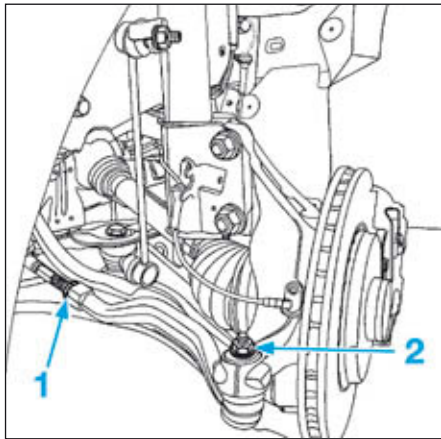

FIG.13
• Desserrer le contre-écrou (1) de réglage du parallélisme (Fig.13).
• Déposer l'écrou (2) de la rotule de direction.